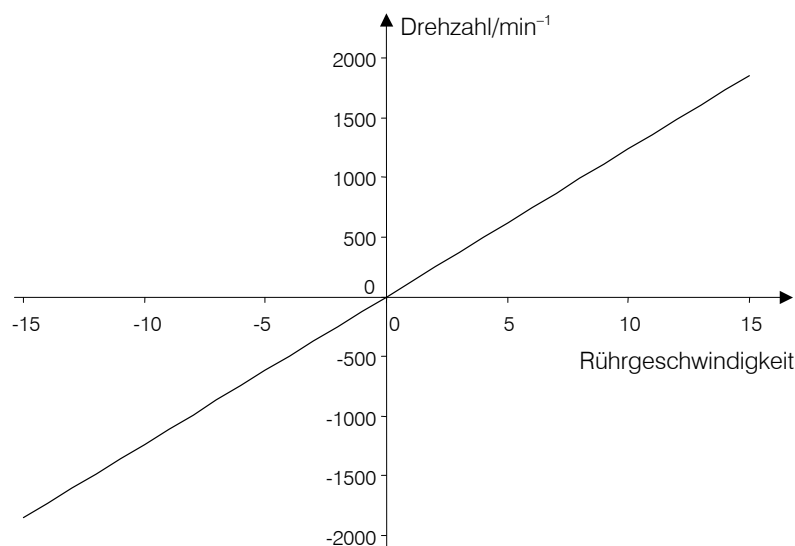

Abb. 21: Einstellung der Rührgeschwindigkeit und Drehzahl
- **Rührgeschwindigkeit** (d): Sie können die optimale Rührgeschwindigkeit manuell testen (siehe Kap. 3.24.3). Mit dem Vorzeichen der Rührgeschwindigkeit ändert sich die Richtung, in der gerührt wird. Die Standardeinstellung **8** entspricht 1000 rpm (siehe Abb. 21).